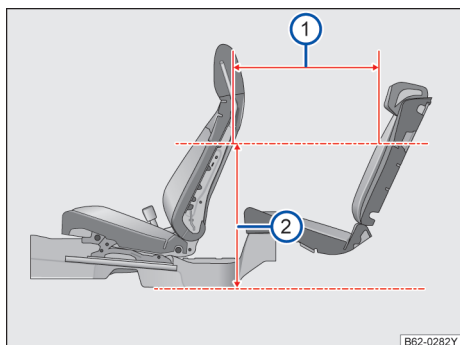

图 65 座椅间距
当前后排座椅都位于设计位置时，在距离地板位置 620mm 处 → 图 65②，座椅间距为 706mm
→ 图 65①。